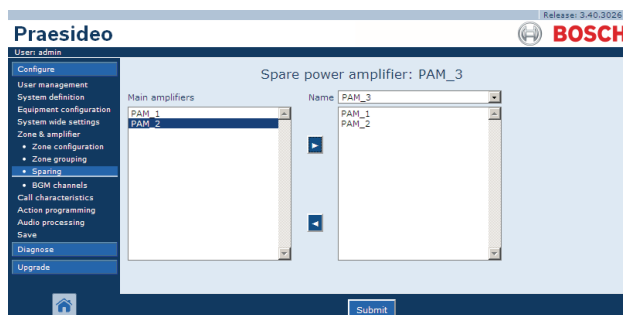

Abb. 45.14: Reservegeräte, Schritt 4
- 4 Wählen Sie den Hauptverstärker per Doppelklick oder klicken Sie die Schaltfläche > an, um dem Reserveverstärker einen Hauptverstärker zuzuweisen. Im Mainframe der webbasierten Benutzeroberfläche erscheint ein Bildschirm, der dem in Abb. 45.14 ähnelt.